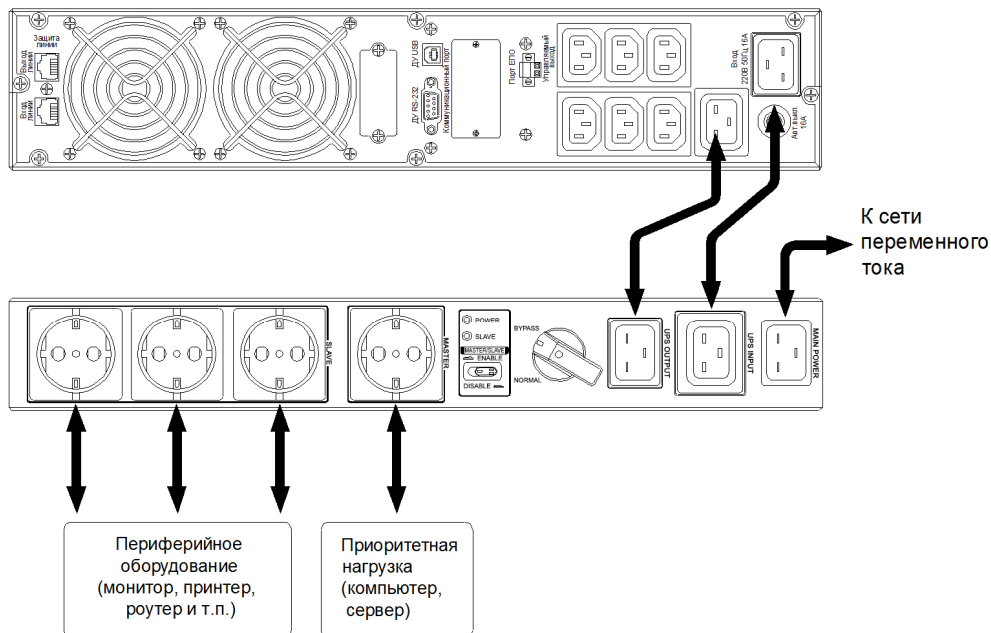

Рисунок 4 – Подключение модуля MBU 3К-220V
**7.1.5** Подключение сети переменного тока и ИБП к модулю следует производить в следующей последовательности (рисунок 4):